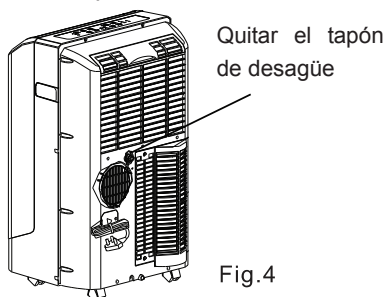

Fig.4
- a) Comience siguiendo las instrucciones para el Timer-Off como lo descrito arriba (1), luego, de manera inmediata seleccione el tiempo del Timer-On como lo descrito arriba (2). No oprima el botón POWER durante el proceso, si no, la configuración será cancelada.
- Quite el tapón de desagüe desde la parte trasera de la máquina, adjunte una sección de la manguera de desagüe (incluida con esta máquina) al agujero. Coloque el extremo abierto de la manguera directamente sobre la área de desagüe en el suelo o en un depósito de agua (ver Fig. 4 y 5).
- Quite el tapón de goma encontrado en la parte trasera de la máquina y adjunte la manguera a la salida de desagüe. Coloque el extremo abierto de la manguera directamente sobre la área de desagüe en su suelo (Ver Fig. 4 y 5).